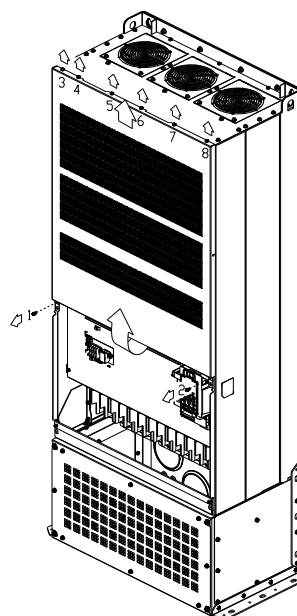

Рис. 2
2. Выкрутите винты 1–8 и снимите крышку (Рис. 2).